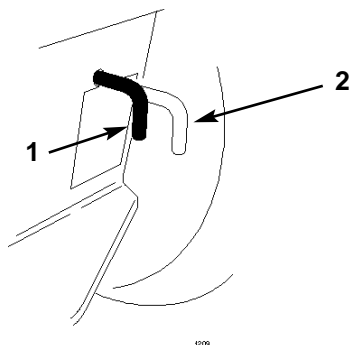

Figure 16
2. Mettre la commande de transmission à la position "PUSH" (POUSSER). La transmission aux roues est alors désaccouplée et les roues peuvent tourner librement (Fig. 16).
1. Appliquer le frein, ce qui amène la commande de transmission à "OPERATE" et accouple la transmission aux roues, ou amener la commande de transmission à la position "OPERATE" (Fig. 16).